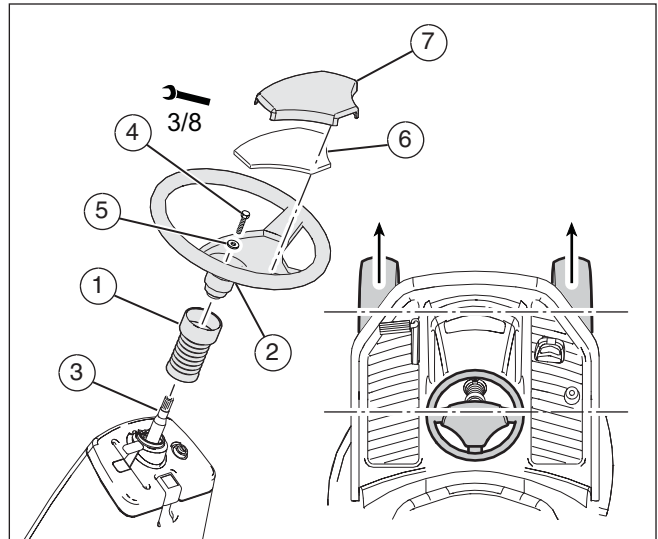

Figure 2
1. S'assurer que les roues avant sont dirigées vers l'avant (voir la **Figure 2**).
2. Faire glisser les soufflets (1) sur la console.
3. Faire glisser le volant (2) sur le tube de direction (3).
4. Fixer le volant au tube de direction à l'aide de la vis (4) et de la rondelle (5). Serrer la vis mais pas excessivement.
5. Installer la plaque (6) et le couvercle (7) sur le volant.